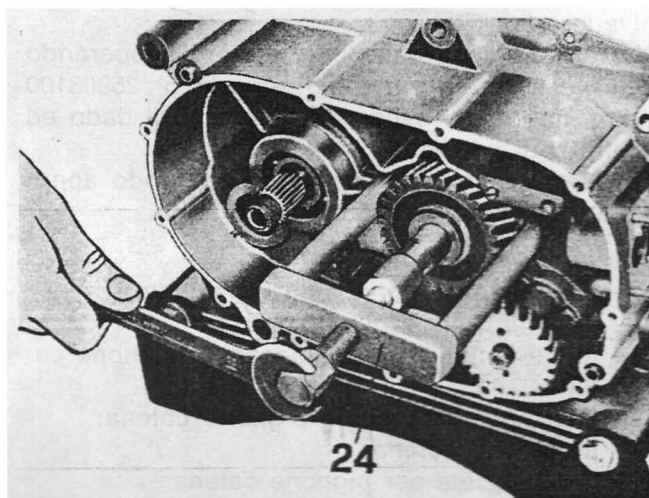

Fig. 12
- il pignone motore con attrezzo n° 10906300 (24 di fig. 12);